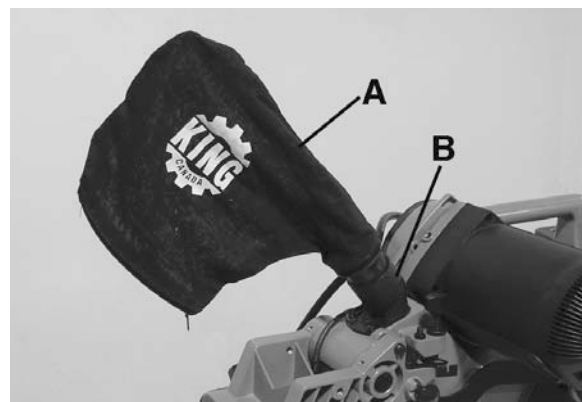

Figure 8
Le sac à poussière (A, fig. 8) se fixe à l'adaptateur du sac à poussière (B) à l'arrière de la tête de la scie. Pour un fonctionnement plus efficace, videz le sac à poussière lorsqu'il est à moitié plein. Cela permet une meilleure circulation de l'air dans le sac.